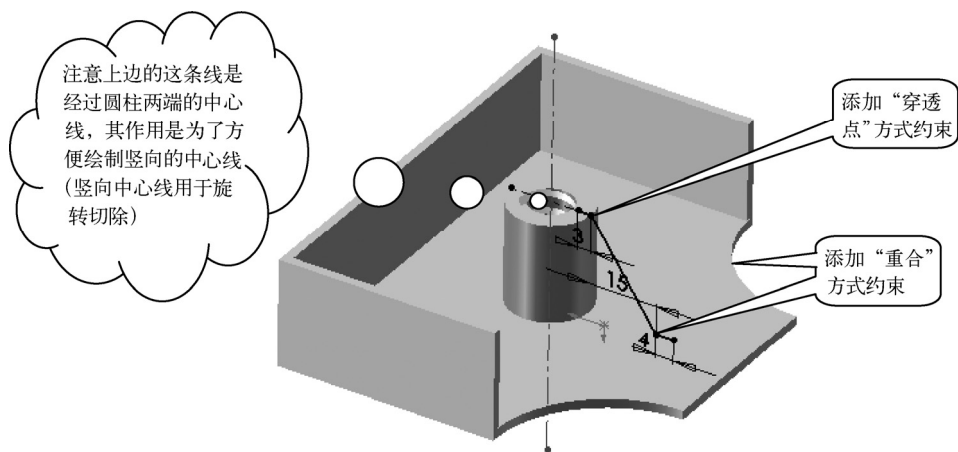

图 3-76 绘制“筋”特征的横断面曲线
STEP 1 打开本书提供的素材文件“3.8.4SC.SLDPRT”，在“上视基准面1”中绘制如图3-76所示的草绘图形，并添加相应的尺寸和约束。